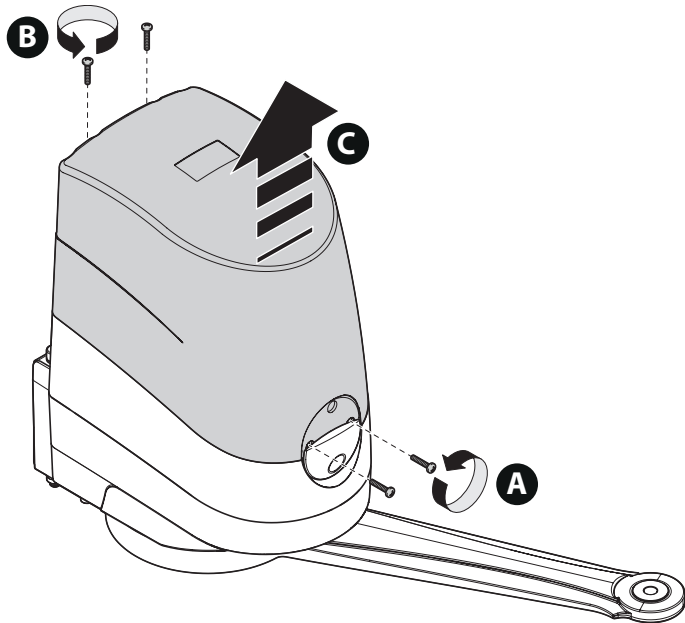

Fig. 21
01. Retirez le couvercle du motoréducteur comme indiqué sur la **fig. 21** ;